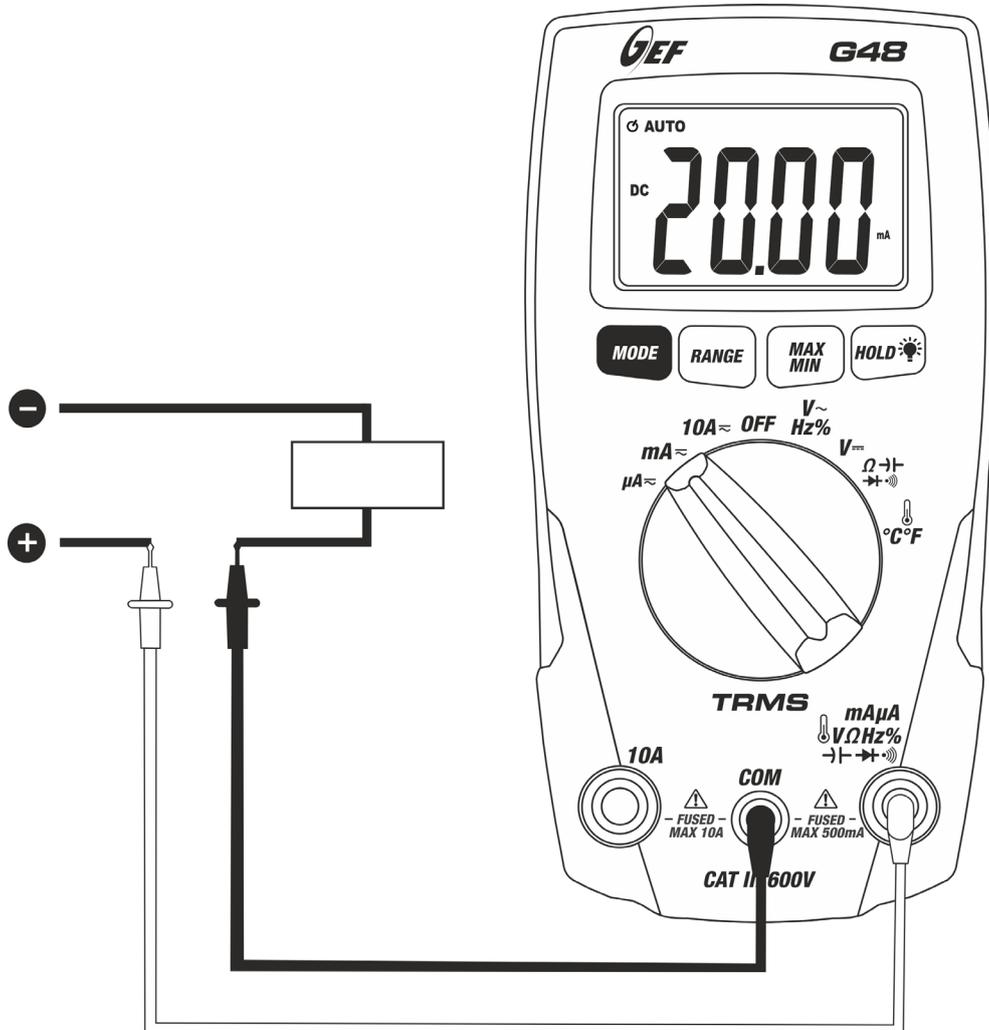

Fig. 9: Uso del instrumento para medida de Corriente CC
5. Conecte la punta roja y la punta negra en serie al circuito del que se quiere medir la corriente respetando la polaridad y el sentido de la corriente (vea Fig. 9).
8. La visualización del símbolo “-” en el visualizador del instrumento indica que la corriente tiene sentido opuesto respecto a la conexión de Fig. 9.